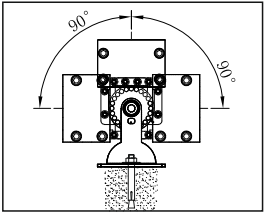

Рис. 4
- 5.16 Обеспечить нацеливание прибора (рис. 4), шаг нацеливания 15°. Диапазон нацеливание 0-180°